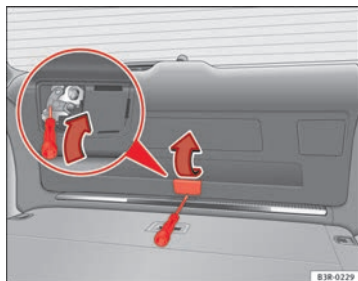

Abb. 76 Ausschnitt Heckklappe: Notentriegelung
- Klappen Sie die Abdeckung ⇒ Abb. 76 -Pfeil- auf.